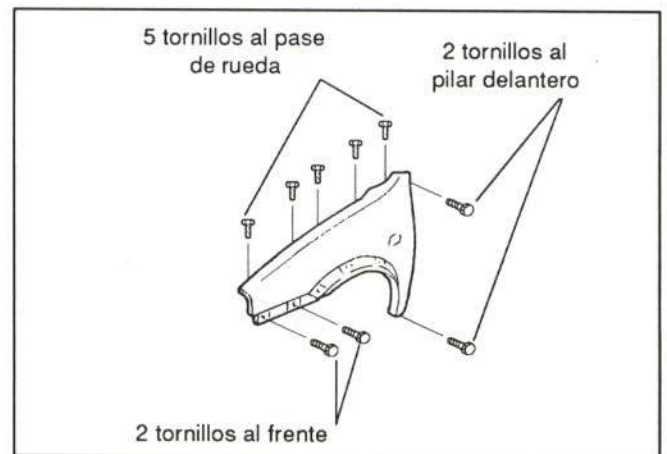

Figura 19.- Unión de la aleta delantera
- Aletas delanteras (figura 19)
Va atornillada de la forma que muestra la figura 19.